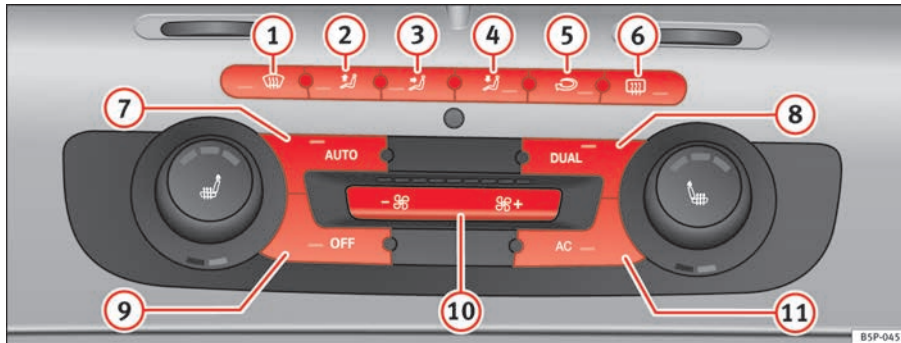

Abb. 111 In der Instrumententafel: Bedienelemente 2C-Climatronic
⇒ Abb. 111 9 bzw. 14.
- Drücken Sie die Taste  ⇒ Seite 155, Abb. 111. Am Display des Radios wird „AUTO High“ angezeigt (hohe Gebläsestufe).
- Drücken Sie erneut die Taste  ⇒ Seite 155, Abb. 111. Am Display des Radios wird „AUTO Low“ angezeigt (niedrige Gebläsestufe).